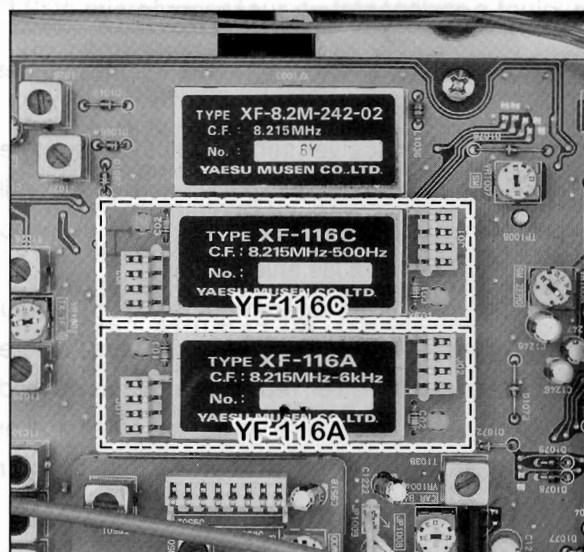

Figure 3
- 3 Référez-vous à la Figure 3, et pressez la carte filtre optionnelle sur les pins correspondant à son emplacement de montage dans le poste. Pressez doucement la carte jusqu'à ce qu'elle soit fermement maintenue par son connecteur.